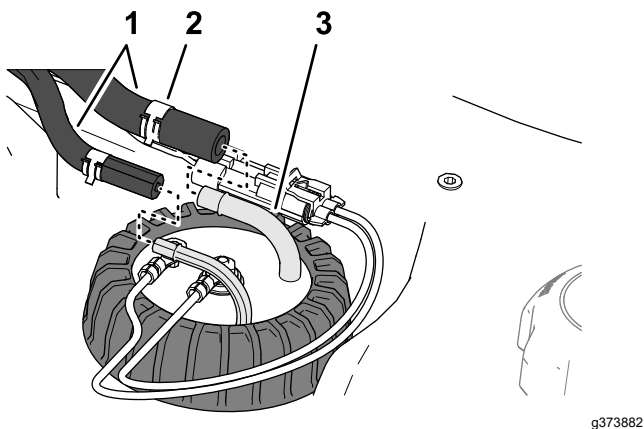

Рисунок 93
4. Сдвиньте зажимы, которые крепят шланги к штуцерам датчика уровня топлива, идущие внутрь, и снимите шланги со штуцеров (Рисунок 93).